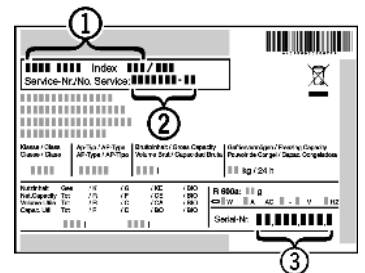

Fig. 21
- ▶ Relever la désignation de l'appareil *Fig. 21 (1)*, le n° de service *Fig. 21 (2)* et le n° de série *Fig. 21 (3)* sur la plaquette signalétique. Cette plaquette se trouve sur la paroi intérieure gauche de l'appareil.
- ▶ Informer le S.A.V. et lui communiquer la panne, la désignation de l'appareil *Fig. 21 (1)*, le n° de service *Fig. 21 (2)* et le n° de série *Fig. 21 (3)*.